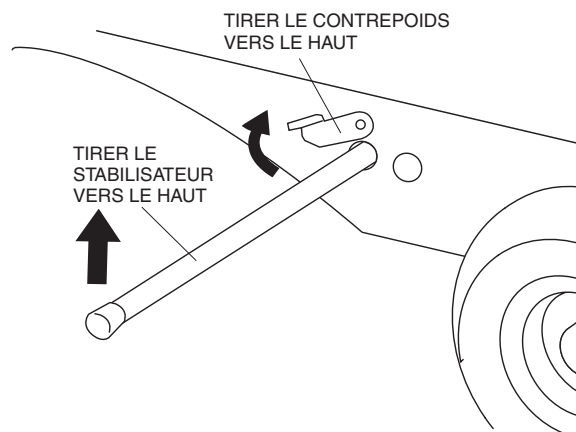

Figure 16. Ranger le stabilisateur
1. Tirer le contrepoids vers le haut pour déverrouiller le stabilisateur et retirer le stabilisateur. Voir Figure 16.